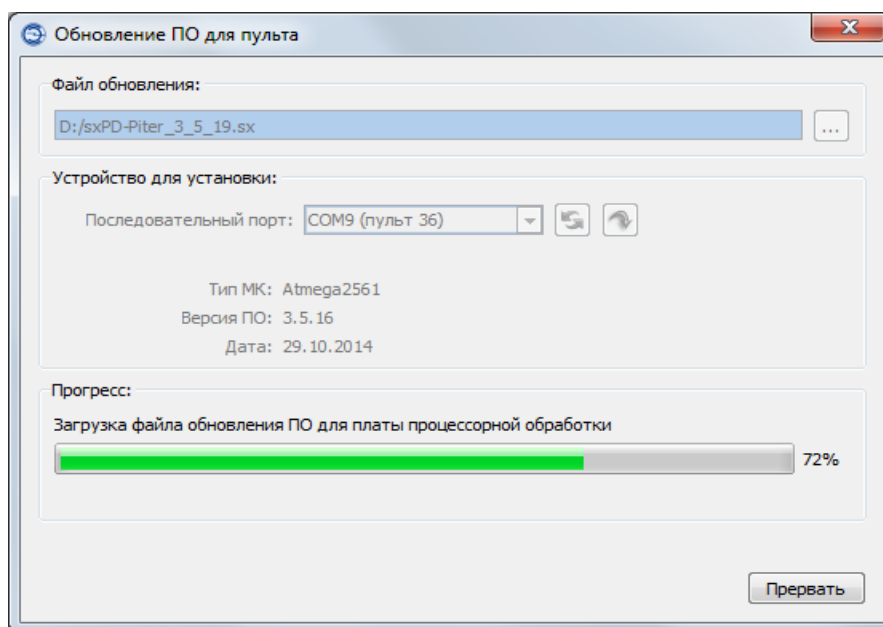

Рисунок 4.32 – Окно загрузки файла обновления встроенного ПО
- 4) нажать кнопку «Старт». После чего начнется обновление платы процессорной обработки и появится строка прогресса (см. рисунок 4.32);